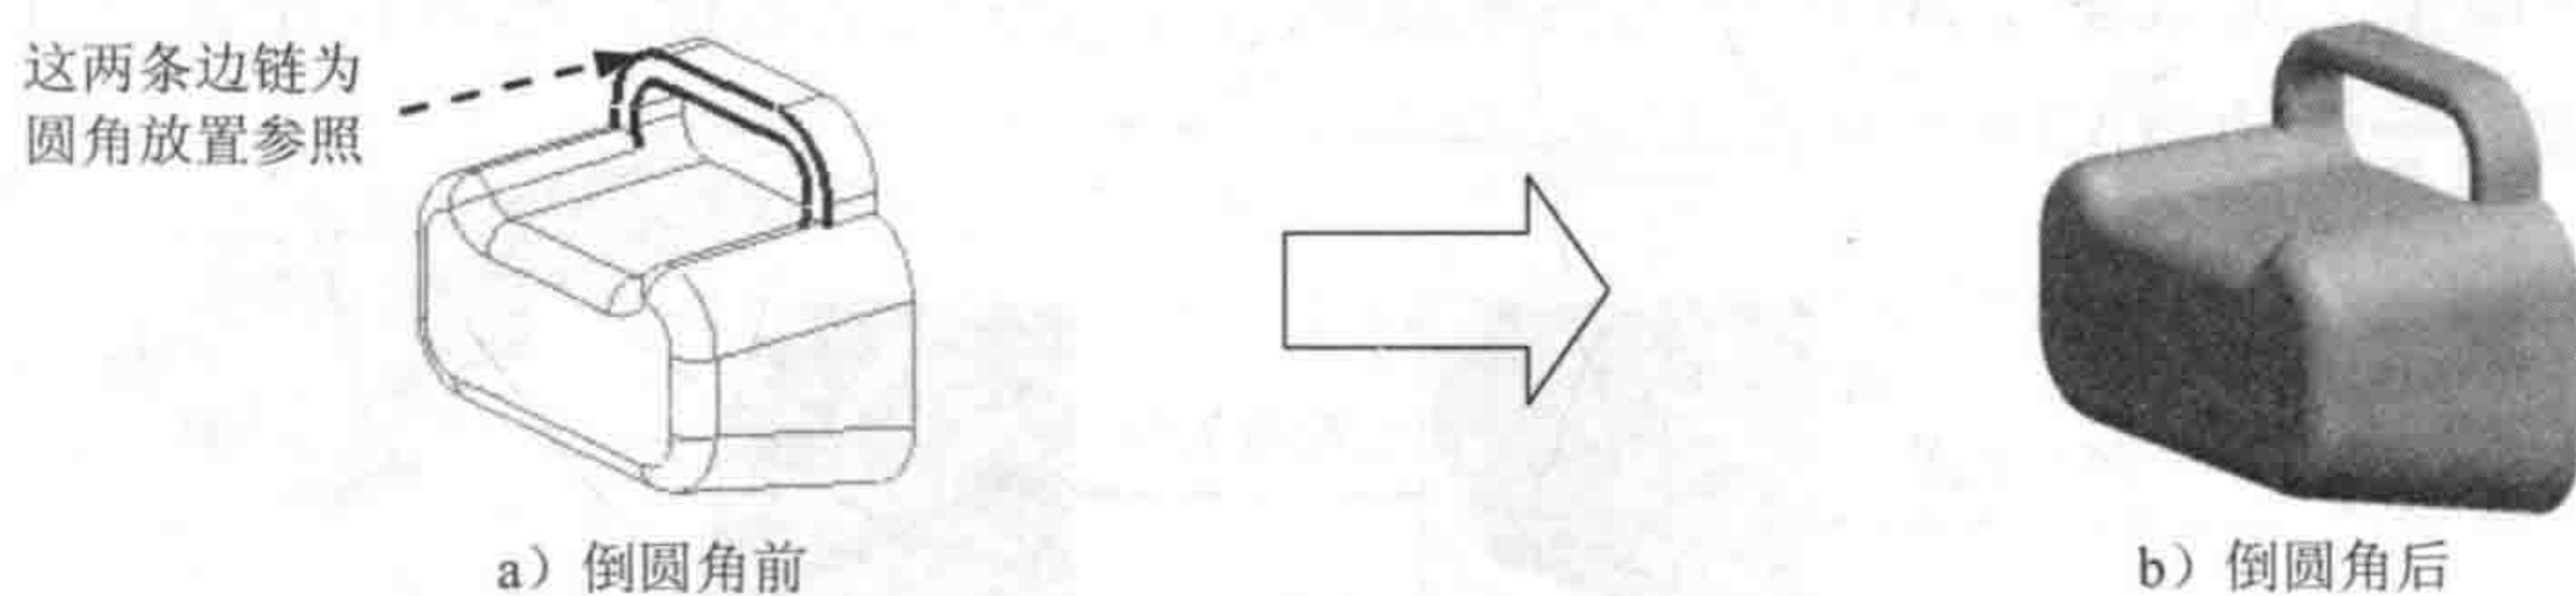

图 2.16 倒圆角 5
Step9. 添加图 2.16 所示的倒圆角特征——倒圆角 5。选择图 2.16a 中的两条边链为圆角放置参照；圆角半径值为 3.0。